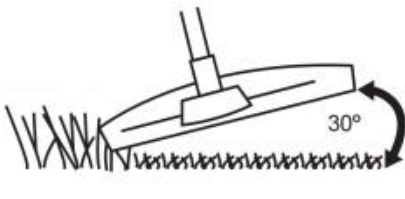

Fig. 44
4. Houd de trimmerkop net boven de grond in een hoek van ongeveer 30° (fig. 44).